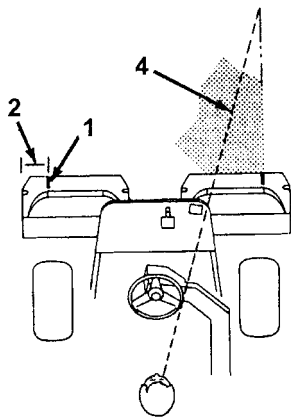

図 30
2. その位置に白色テープか白ペンキで集草箱の縁と平行に目印を入れる（図30）。
3. 行きと帰りでのオーバーラップができるだけ小さくなるように運転します。隣の列との距離を一定に保って直進するには、本機の前方向約2～3mを視野に捕らえておくのがポイントです。ハンドルを目印にして距離を合わせても良いでしょう。その場合、ハンドルの縁と本機前方の目標ラインとを重ねて見ながら運転します（図30, 31）。